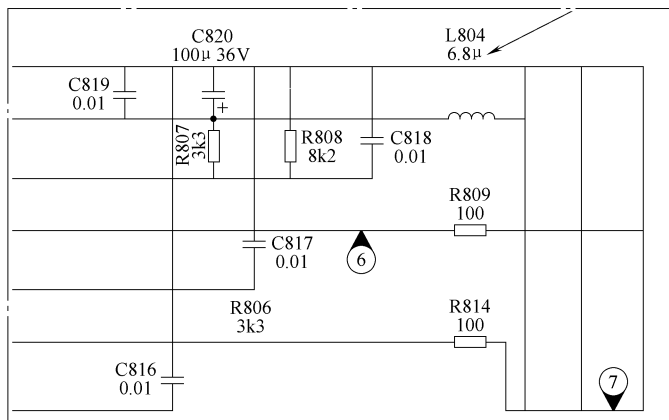

图 5-141 L804 相关电路截图
- 1) 此机字符是从 N802 (STV9211) ⑪脚输入的。
- 2) L804 相关电路截图如图 5-141 所示。